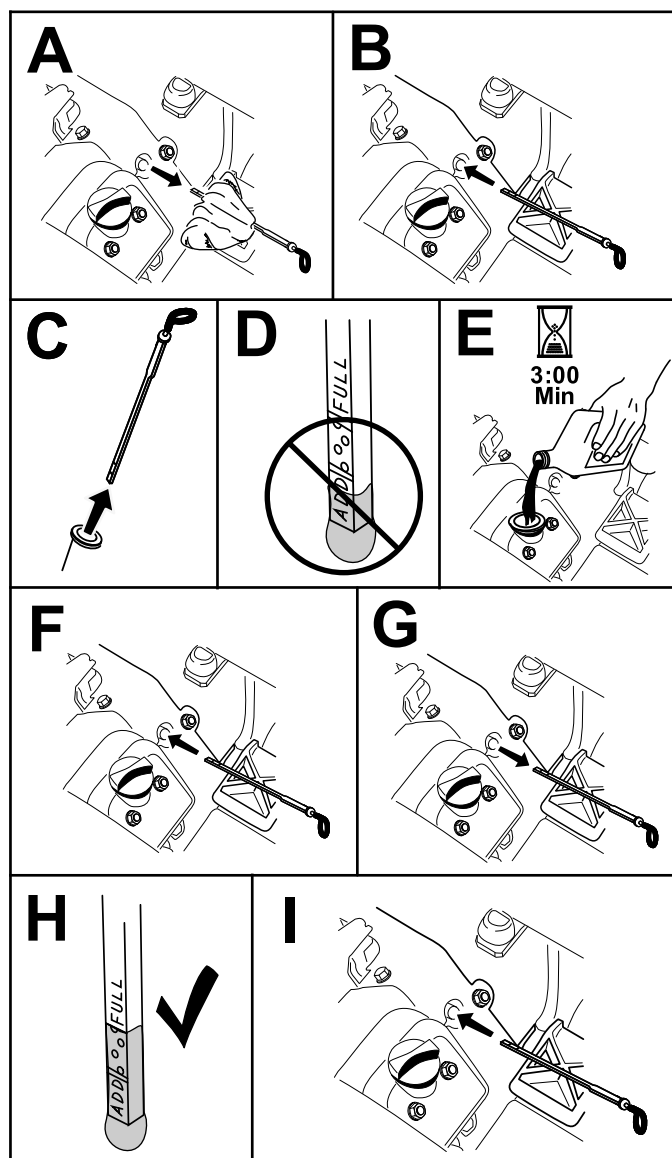

Figura 25
5. Inserite l'asta di livello nel tubo e verificate che sia inserita a fondo. Estraiete l'asta di livello dal tubo e controllate il livello dell'olio. Se il livello dell'olio è basso, rimuovete il tappo del serbatoio dalla copertura della valvola e aggiungete una quantità sufficiente dell'olio indicato per aumentare il livello fino al segno Full ("Pieno") sull'asta di livello (Figura 25).